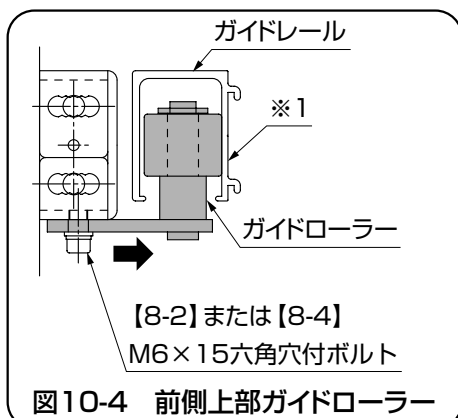
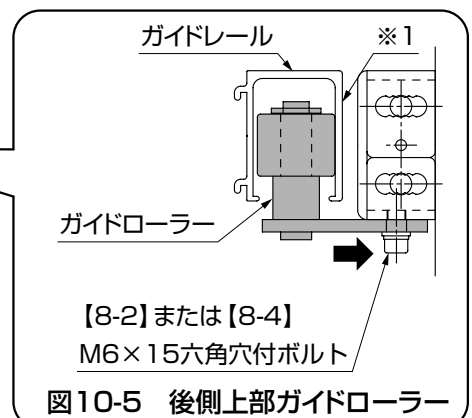
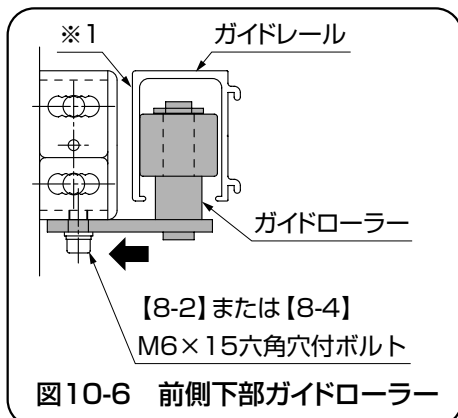

図10-4 前側上部ガイドローラー
図10-5 後側上部ガイドローラー
図10-6 前側下部ガイドローラー
- ①4個のガイドローラーをそれぞれガイドローラーの内面に押し当てるように(※1)、【8-2】または【8-4】をしっかりと締めてください。(図10-4、図10-5、図10-6、図10-7参照)